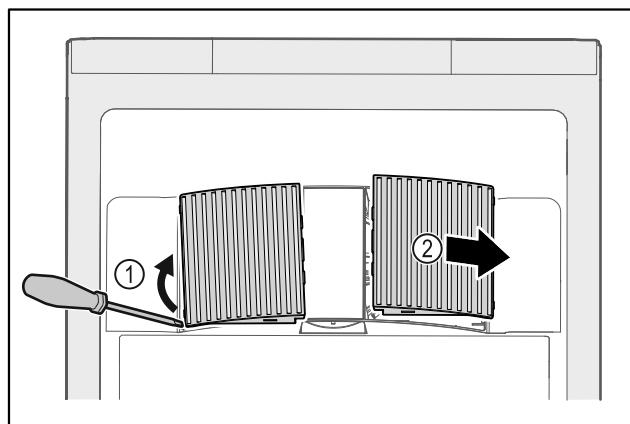

Fig. 148
- ▶ Ventilatoriaus uždangalus atsargiai nukelkite iš šono Fig. 148 (1) ir nuimkite į priekį Fig. 148 (2).